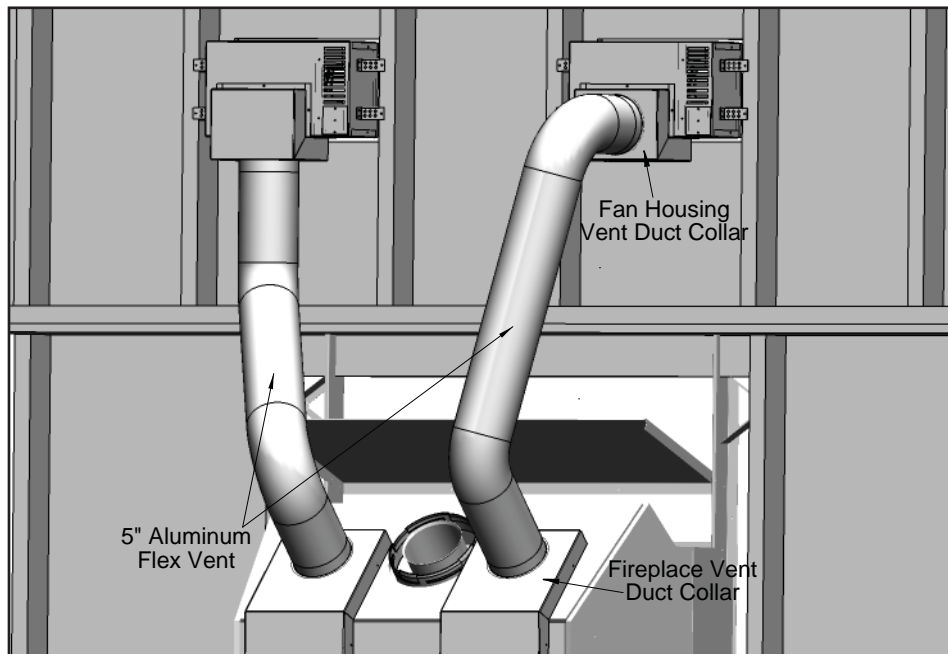

Figure 10 : Installation optionnelle avec deux (2) ensembles de distribution de chaleur.
8. Attachez l'évent en aluminium flexible de 5", au collier du conduit de ventilation du foyer, avec des vis métalliques ou une courroie d'évent et passez la ventilation au collet de conduit de ventilation pour le compartiment du ventilateur. Le conduit de ventilation pour le compartiment du ventilateur peut être installé au travers de l'arrière ou du dessous du compartiment, tel que montré à la figure 10.